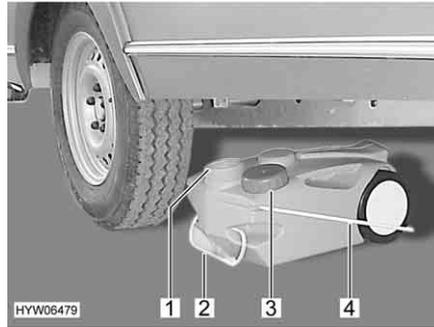

Bild 184 Abwassertank, fahrbar
- Öffnung des Abwassertanks (Bild 184,1) mit dem Deckel (Bild 184,3) schließen.
- Den Abwassertank am Griff (Bild 184,2) herausziehen.
- Tragegriff (Bild 184,4) nach oben klappen und Abwassertank aufstellen.